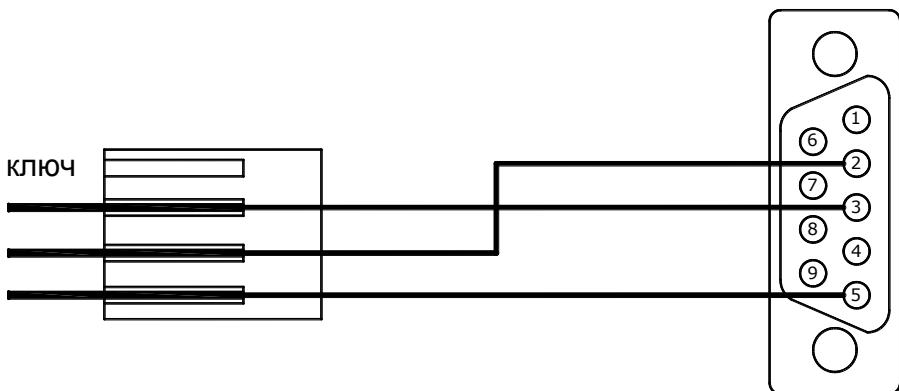
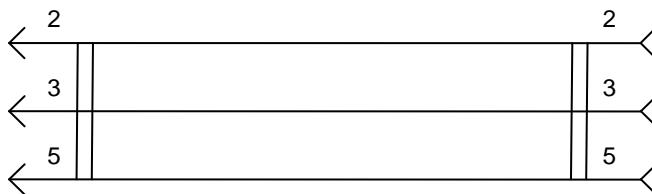

Рис.1
Рис. 2
- непосредственно к прибору по RS-232, с использованием кабеля изображенного на рис. 1. Кабель подключается к COM порту компьютера и к соответствующему разъему прибора. Для считывания информации можно воспользоваться программой, поставляемой предприятием «АРВАС» (COUNTER.EXE), или написать собственную программу, воспользовавшись описанием протокола обмена и дешифрации данных.
Для связи используются линии RXD, TXD, GND. Если Вы изготавливаете кабель сами и Вам нужно подключить компьютер непосредственно к разъему на плате прибора, то распаяйте кабель согласно Рис.1. Если в Вашем приборе уже установлен кабель-переходник с платы на разъем DB9 («папа»), то Вам достаточно распаять кабель изображенный на рис. 2.